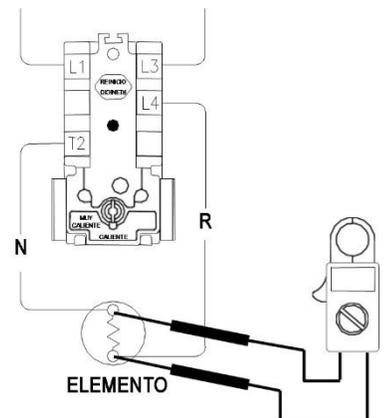

Ilustración 10
6. Verifique los terminales del elemento (consulte la Ilustración 10).